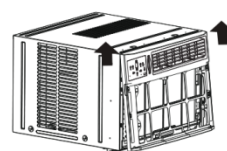

Fig.3A
5. Soulevez doucement le panneau avant de l'unité (voir Fig. 3A).